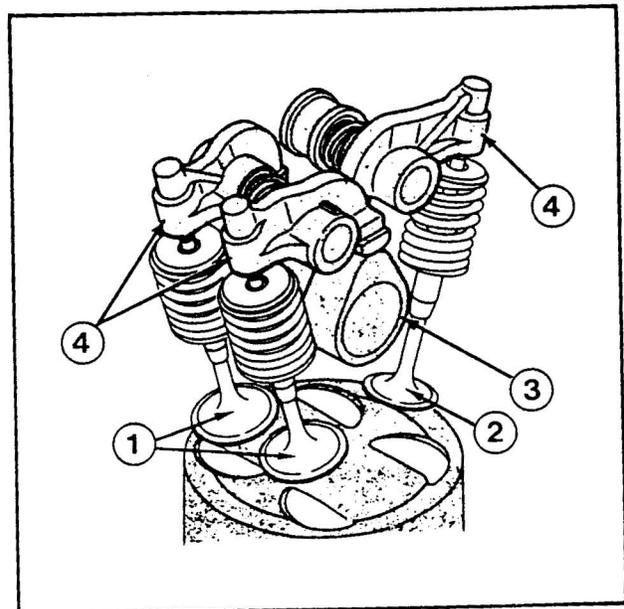

Bild 21/4 Ventilanordnung
- Das Ventilspiel wird in den Kipphebeln hydraulisch ausgeglichen, ähnlich wie bei hydraulischen Stößeln (siehe Bild 21/4).